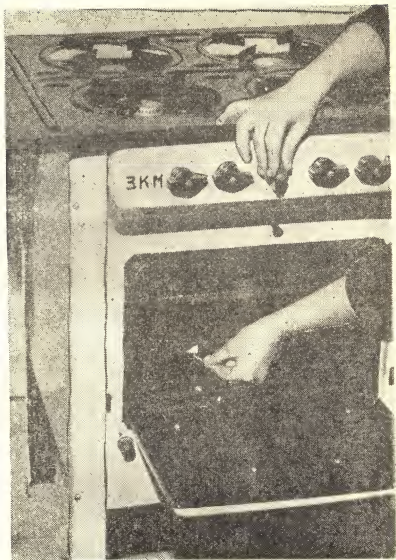

Рис. 4. Зажигание горелок духового шкафа.
5. Поднести горящую спичку (через окно в дне духового шкафа) к обеим горелкам немедленно, в противном случае газ, накопившись в духовом шкафу, может дать сильную вспышку — «хлопок», и проследит чтобы газ загорелся во всех отверстиях горелок. Если пламя появилось не у всех отверстий горелок, то надо поджечь газ и у этих отверстий (рис. 4). Если спичка погасла и газ по выходе из горелки не загорелся — закрыть кран и только через 2 минуты вновь повторить зажигание.